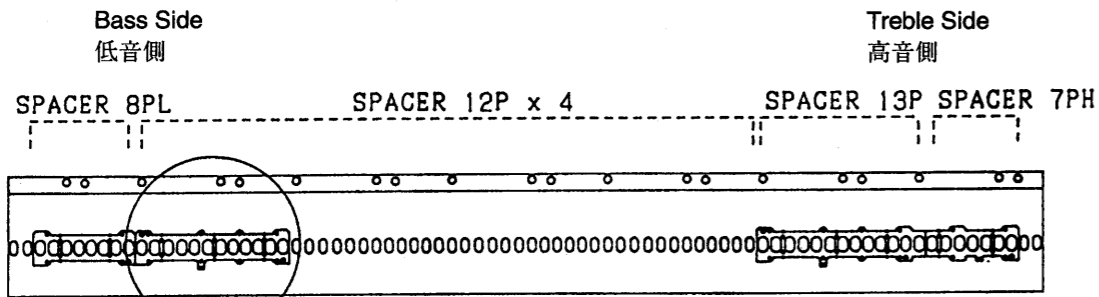
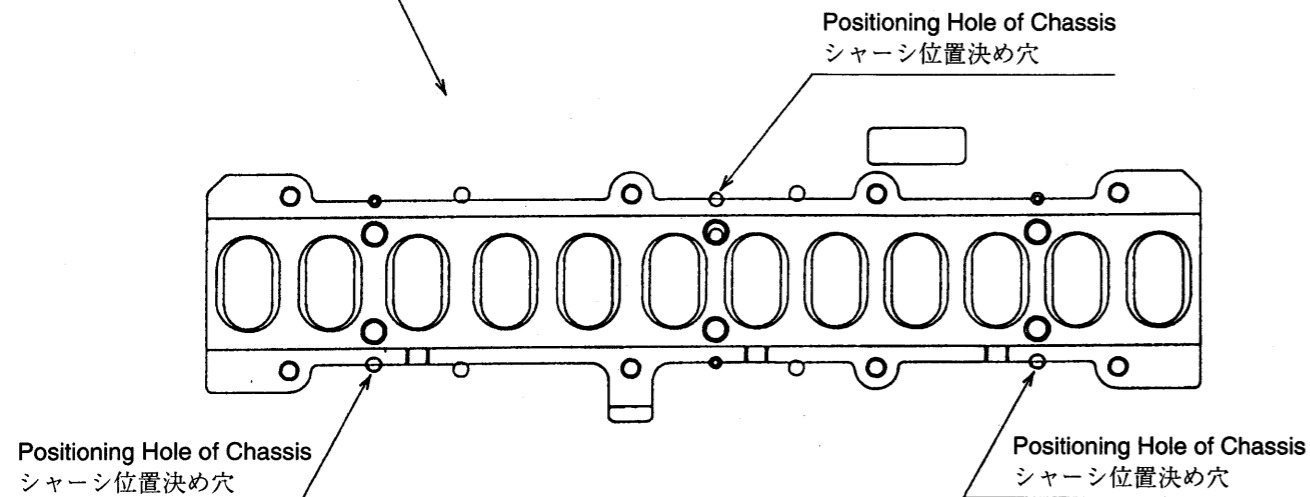

Fig. 1
Fig. 2
1) First, turn the chassis over on the other side, being careful not to reverse the right and left ends. Next, as shown in fig. 1, place SPACER 8PL (1 piece) and SPACER 12P (4 pieces) on the chassis from the left end (the bass side of keyboard), aligning them with the positioning holes provided on the chassis. (Refer to fig. 2.) In the same way, place SPACER 13P on the right side of the chassis (the treble side).
1) まず、シャーシを左右が逆にならないように裏返します。次に、fig. 1に示すように左側（鍵の低音側）より、先ずSPACER 8PLを1個、そしてSPACER 12Pを4個、シャーシの位置決め穴に合わせて順に置いていきます。(fig. 2参照のこと) 右側（高音側）にはSPACER 13P、SPACER 7PHを同様に置いていきます。